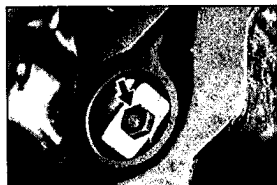

Рис. 7.20 Доступ к болтам крепления гидротрансформатора к ведомому диску можно получить через отверстие (См. Раздел 11)
16. Открутите болты крепления гидротрансформатора к ведомому диску. Для получения доступа к болтам через отверстие в картере гидротрансформатора проворачивайте коленчатый вал (См. Рис. 7.20).